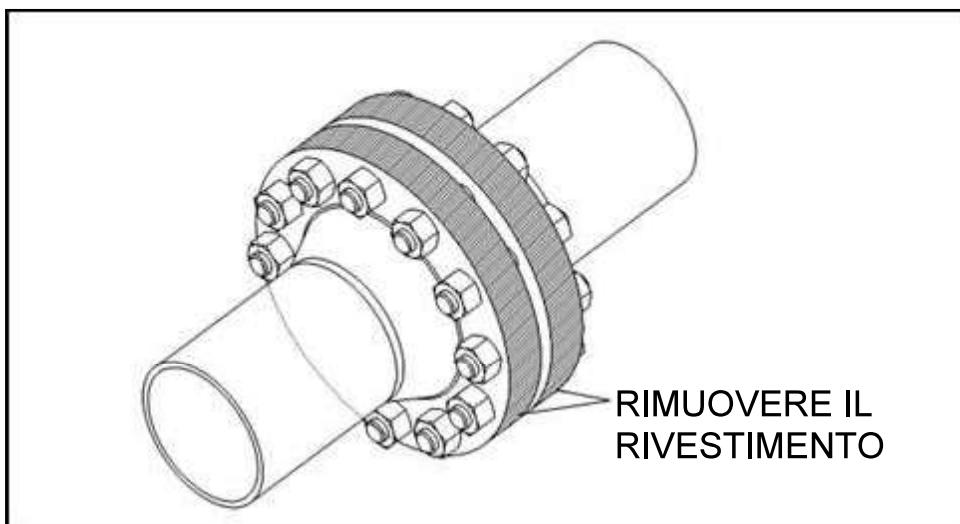

Figura 2
2. Rimuovere tutti i rivestimenti, la ruggine e la calamina dalla superficie della flangia dove le guarnizioni circonferenziali della PLIDCO Flange + Repair Ring entreranno in contatto con le flange (vedere Figura 2). Si preferisce una finitura quasi "bianca", come indicato nelle normative SSPC-SP10 / NACE No. 2. Più pulita è la superficie esterna, migliore sarà la tenuta. Le superfici sabbiate devono essere lucidate fino a ottenere una finitura liscia.